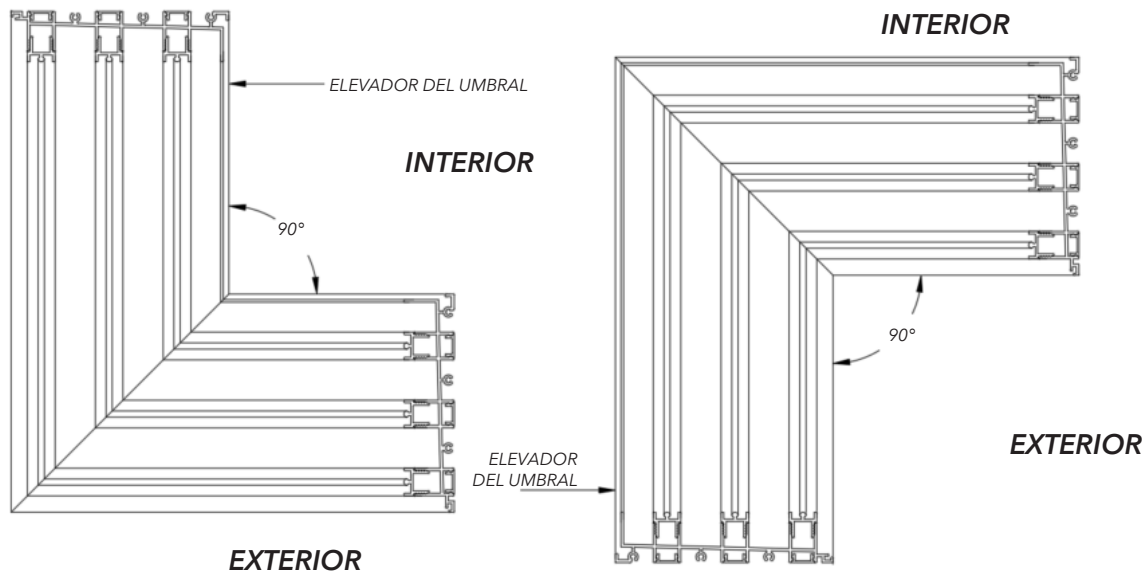

Figura 32
1. **Determine** si la unidad corresponde a una esquina exterior o interior utilizando el elevador del umbral como guía, y verifique que el marco esté orientado en la dirección exterior correcta. El elevador del umbral siempre permanecerá orientado hacia el interior de la apertura (figura 32).